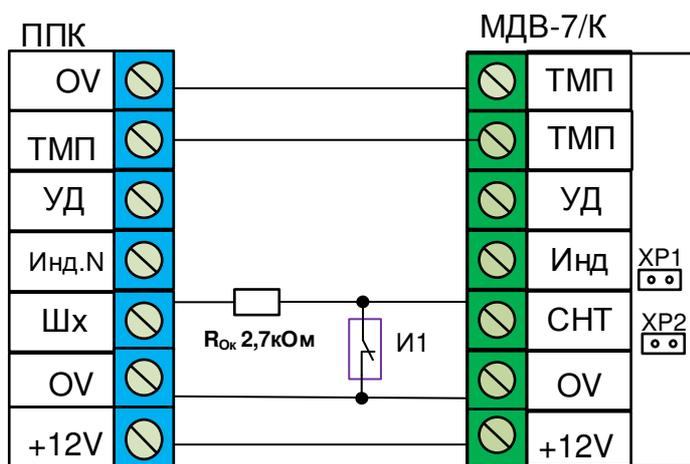
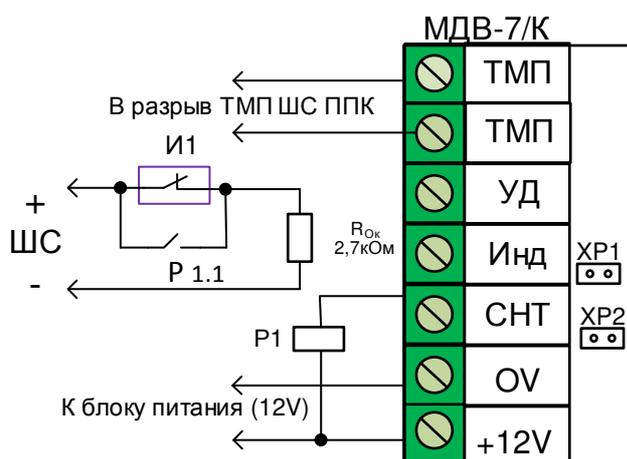

Рисунок 3
Рисунок 4
5.1.9 Схема подключения модуля к ППК, версия ПО «ШУ» (рисунок 3, рисунок 4 – с использованием выносного реле).
ВНИМАНИЕ! Рисунок 3
5.4.1 При использования модуля в качестве ШУ, выбрать вариант программирования, установить/снять перемычку ХР2 (рисунок 3).